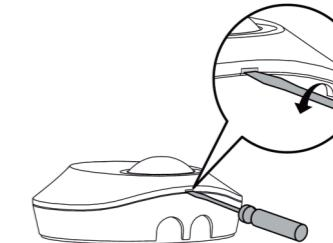

Bild 7
- 3.4.1.1 Benutzen sie einen flachen Schraubendreher um die Abdeckung abzunehmen. (Siehe Bild 7)